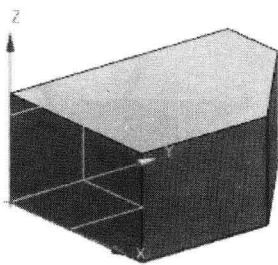

图 1-10 创建实体
- 单击拉伸对话框中的 OK 按钮，创建实体，如图 1-10 所示。